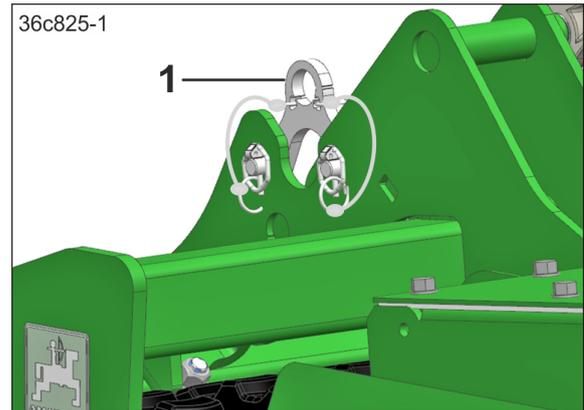

Fig. 126
1. Kupplungsstücke (Fig. 126/1) entfernen.